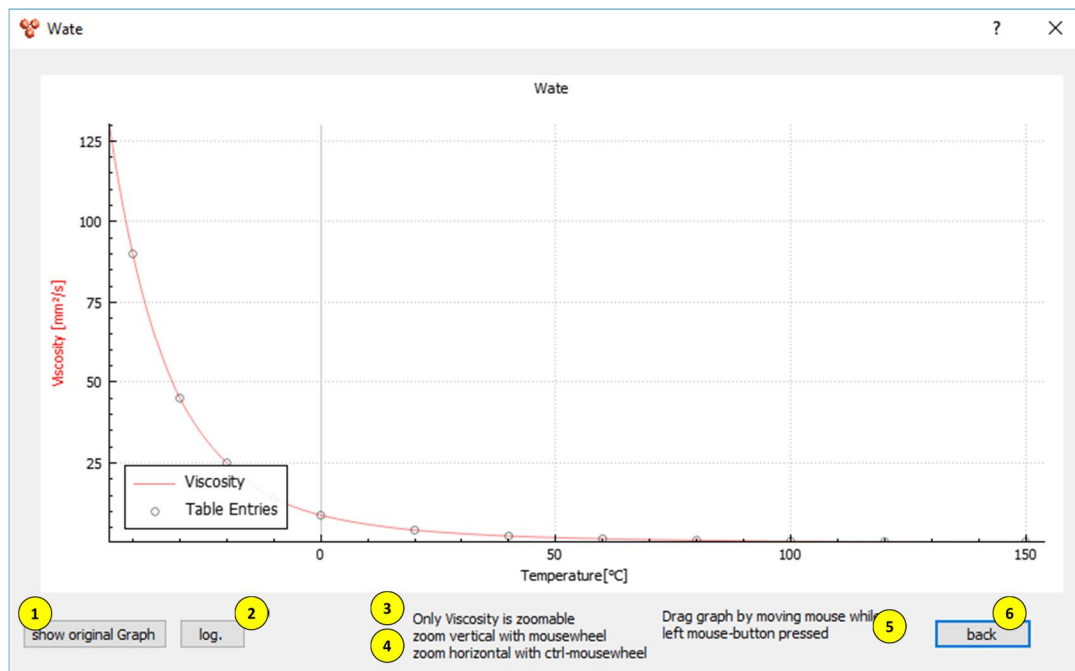

Abb. 16 Viskositätskurve mit den dazugehörigen Funktionen
| <p>(1) „show original Graph“:Zurück zur Originalkurve [Abb. 16]</p> <p>(2) „log.“:Wechsel zwischen linearer und logarithmischer. Darstellung [Abb. 16]</p> <p>(3) Mausrädchen:Zoom in Y-Richtung [Abb. 16]</p> | <p>(4) Strg + Mausrädchen:Zoom in X-Richtung [Abb. 16]</p> <p>(5) Linke Maustaste gedrückt halten und Maus bewegen:Verschieben des Graphen [Abb. 16]</p> <p>(6) „back“:Zurück zur Software [Abb. 16]</p> |